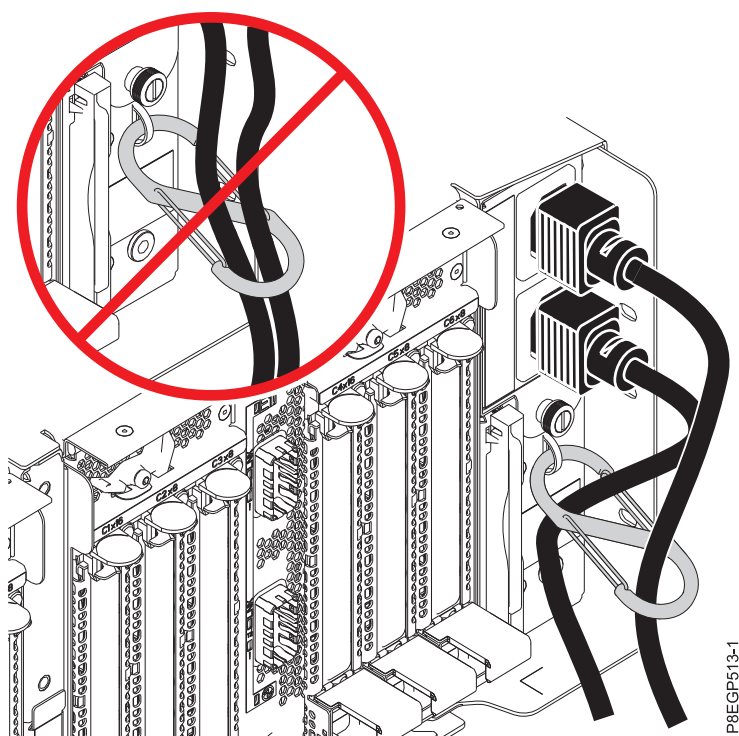

図 22. S 字形のカラビナを通した電源ケーブルの配線と電源への接続
- b. 電源ケーブルを、PCIe3 6 スロット・ファンアウト・モジュールやモジュールに邪魔されないよう、S 字形のカラビナを通して配線します。『図 22』を参照してください。
- c. 電源ケーブルのもう一方の端を、設置しようとしている PCIe3 拡張ドロー上上の電源装置に接続します。『30 ページの図 22』を参照してください。